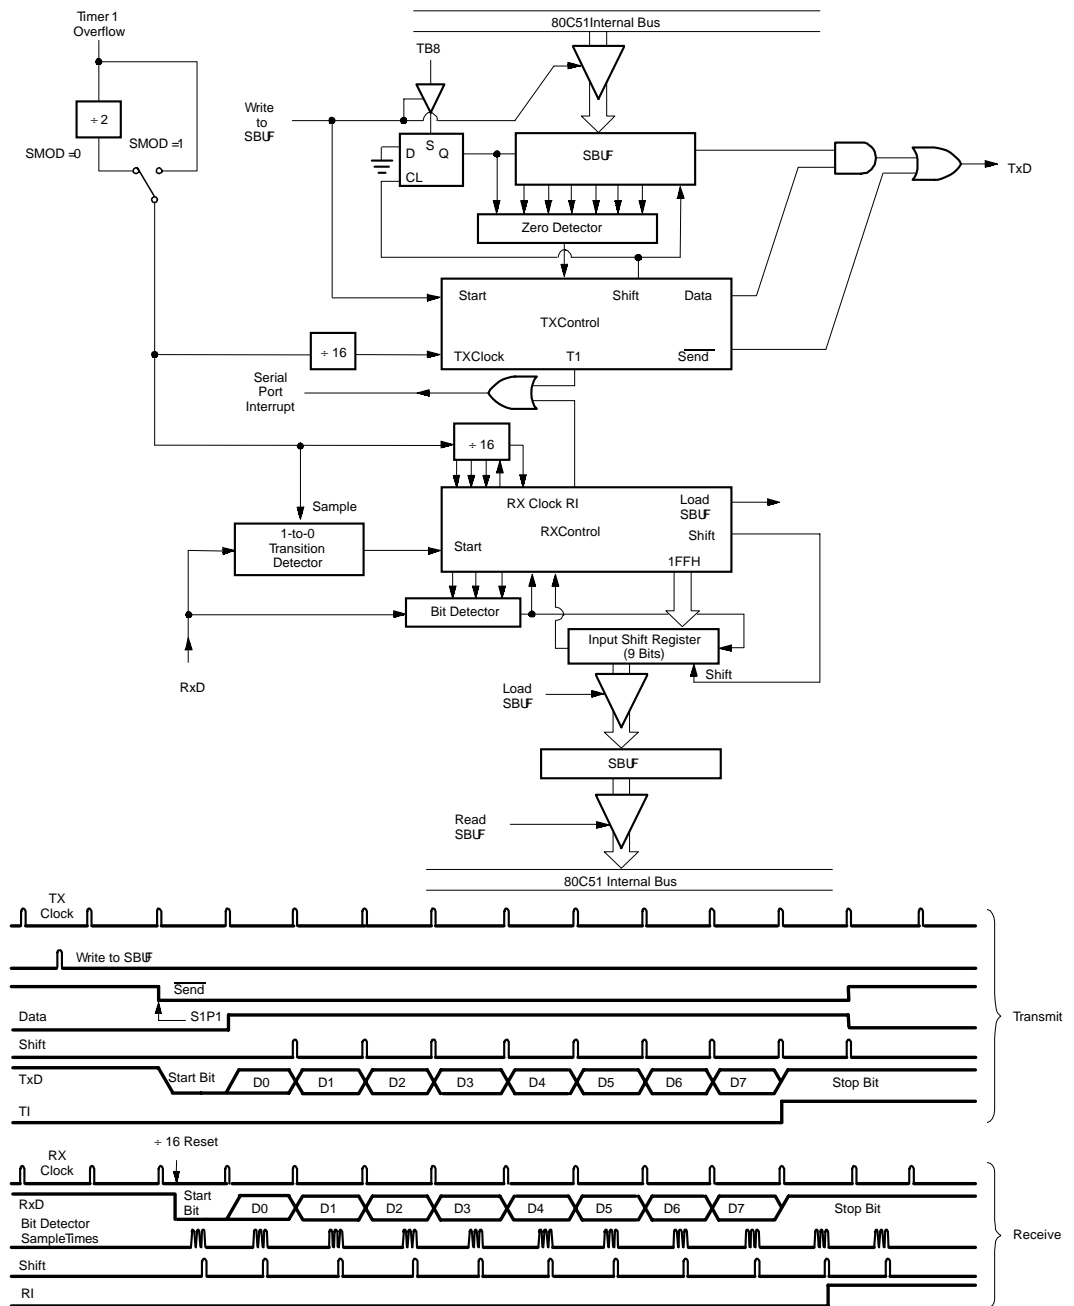

图 15 串口模式 1
串行口工作于模式 1 时, 传输的是 10 位: 1 位起始位 (0), 8 位数据 (低位在先) 及一位停止位 (1)。由 RxD 接收, TxD 发送。接收时, 停止位存入 SCON 内 RB8。80C51 波特率取决于定时器 1 的溢出速率。图 15 所示为串行口模式 1 的功能简图及相应的发送/接收时序。